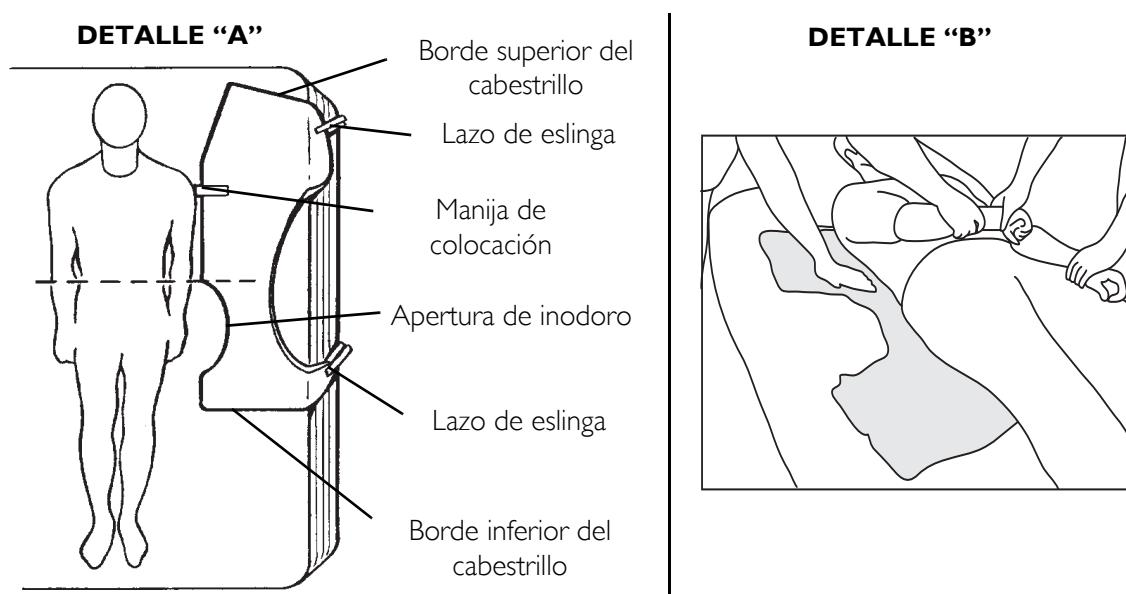
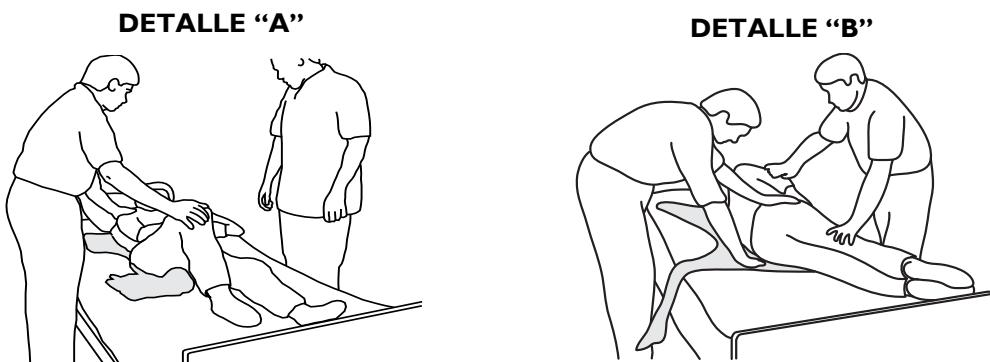

FIGURE 4.1 Posicionamiento de la eslinga estándar
FIGURE 4.2 Paciente del balanceo sobre su lado
NOTA: Para este procedimiento, consulte la FIGURE 4.1 and FIGURE 4.2 on page 63.
8. Con un asistente a cada lado de la cama y contra el colchón, el asistente del costado derecho de la cama elevará la rodilla izquierda y colocará su mano izquierda en la rodilla elevada y su mano derecha debajo del hombro derecho del paciente, empujando lentamente la rodilla y ayudará a levantar suavemente el hombro del paciente para girarlo de costado. Consulte el ejemplo "B" de FIGURE 4.1.